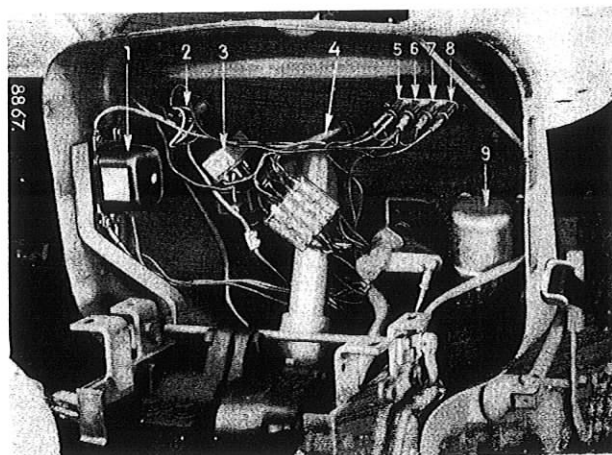

Bild 74
Der an der Rückseite des Armaturenbrettes angebrachte Spannungsregler (1), Bild 74, sorgt dafür, daß der erzeugte Strom dem jeweiligen Ladestand der Batterie angepaßt ist. Bei Kabelanschlüssen zwischen Lichtmaschine und Spannungsregler darauf achten, daß die Anschlüsse D +, D - und DF gleichlautend miteinander verbunden werden.